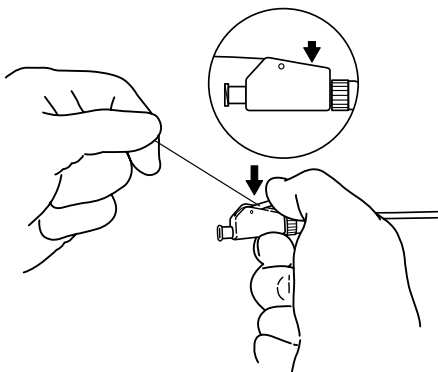

Fig. 2
- b. Tenendo teso il filo di chiusura, spingere verso il basso la leva della camma di chiusura fino a percepire un netto scatto. L'anello distale dello stent è ora bloccato in posizione. (**Fig. 2**)